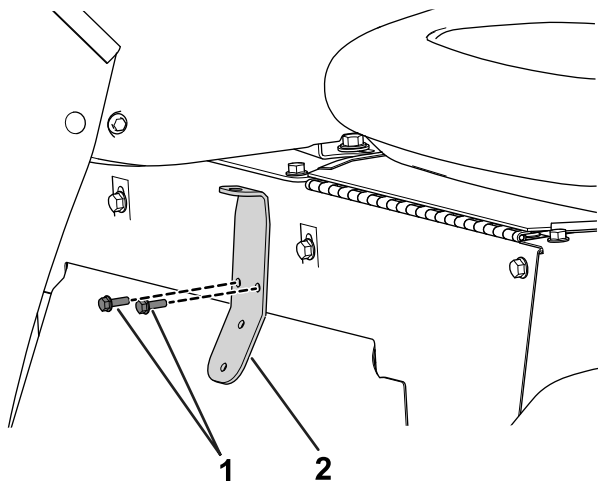

图 28
2. 使用 2 个有槽六角螺丝 1/4-20 x 1/2 英寸将阀门安装架固定到座椅底座上图 28。